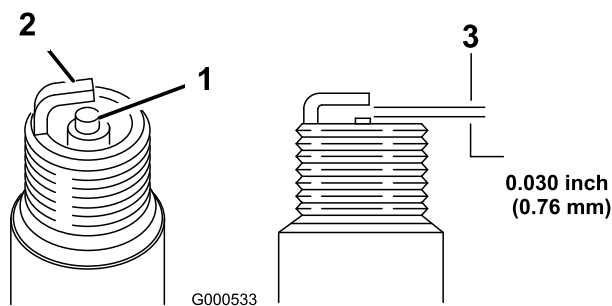

Figura 25
5. Fije el hueco entre los electrodos en 0,76 mm (Figura 25).